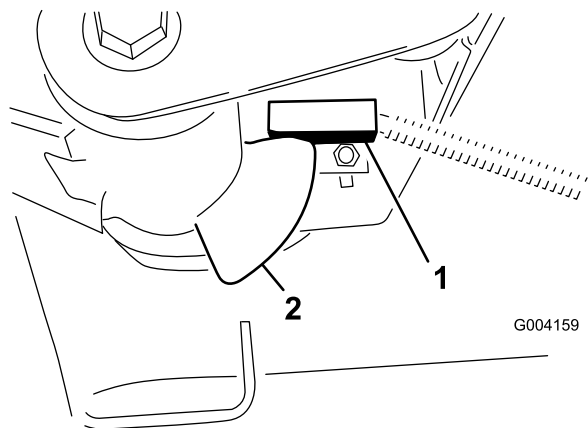

Figura 41
2. L'interruttore del braccio di sollevamento è situato sotto il serbatoio idraulico, dietro il braccio di sollevamento anteriore destro (Figura 41).
3. Allentate le viti di attacco dell'interruttore (Figura 41) e abbassate l'interruttore per aumentare l'altezza d'inversione del braccio di sollevamento, o alzate l'interruttore per ridurla. Serrate le viti di fissaggio.